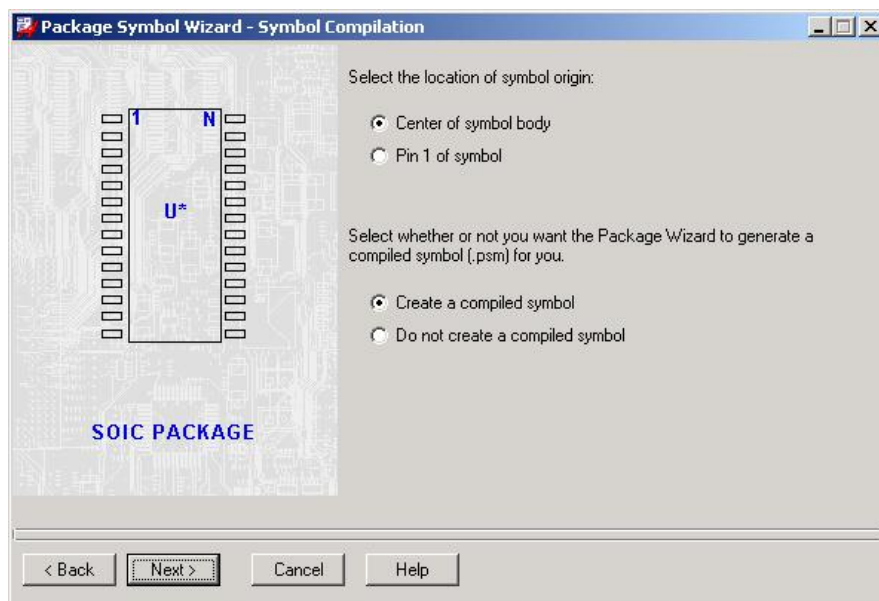

图 6-22 设置器件坐标参考点
7) 设置坐标原点。如图 6-22，本院以 Center of symbol body 为标准。